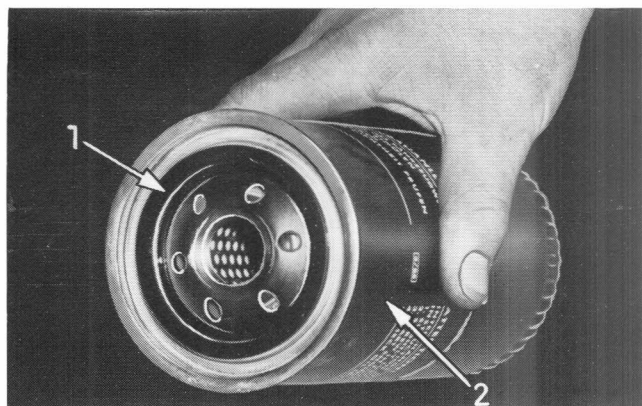

Figure 63
- 5 - Montez le filtre neuf en enduisant d'huile moteur son joint (1) Fig. 63. Vissez la cartouche à la main. N'utilisez pas d'outil de serrage.